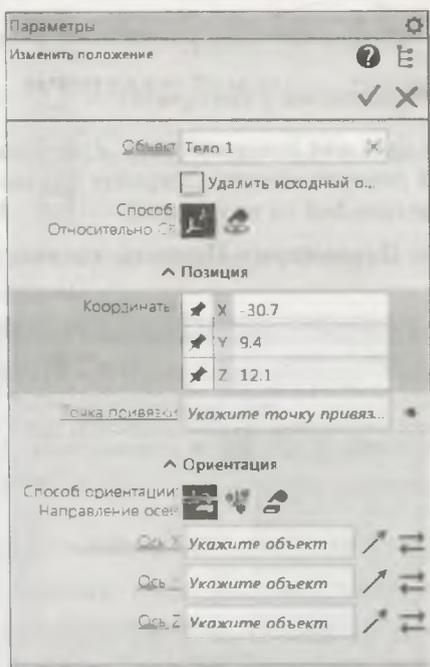

Рис. 21.14. Панель Параметры: Изменить положение
- ◆ укажите объект, положение которого нужно изменить в графической области или в **Дереве** модели — название объекта появится в поле **Объект** на панели **Параметры: Изменить направление** (рис. 21.14). В графической области появился фантом системы координат. На панели **Параметры** задайте такие параметры: